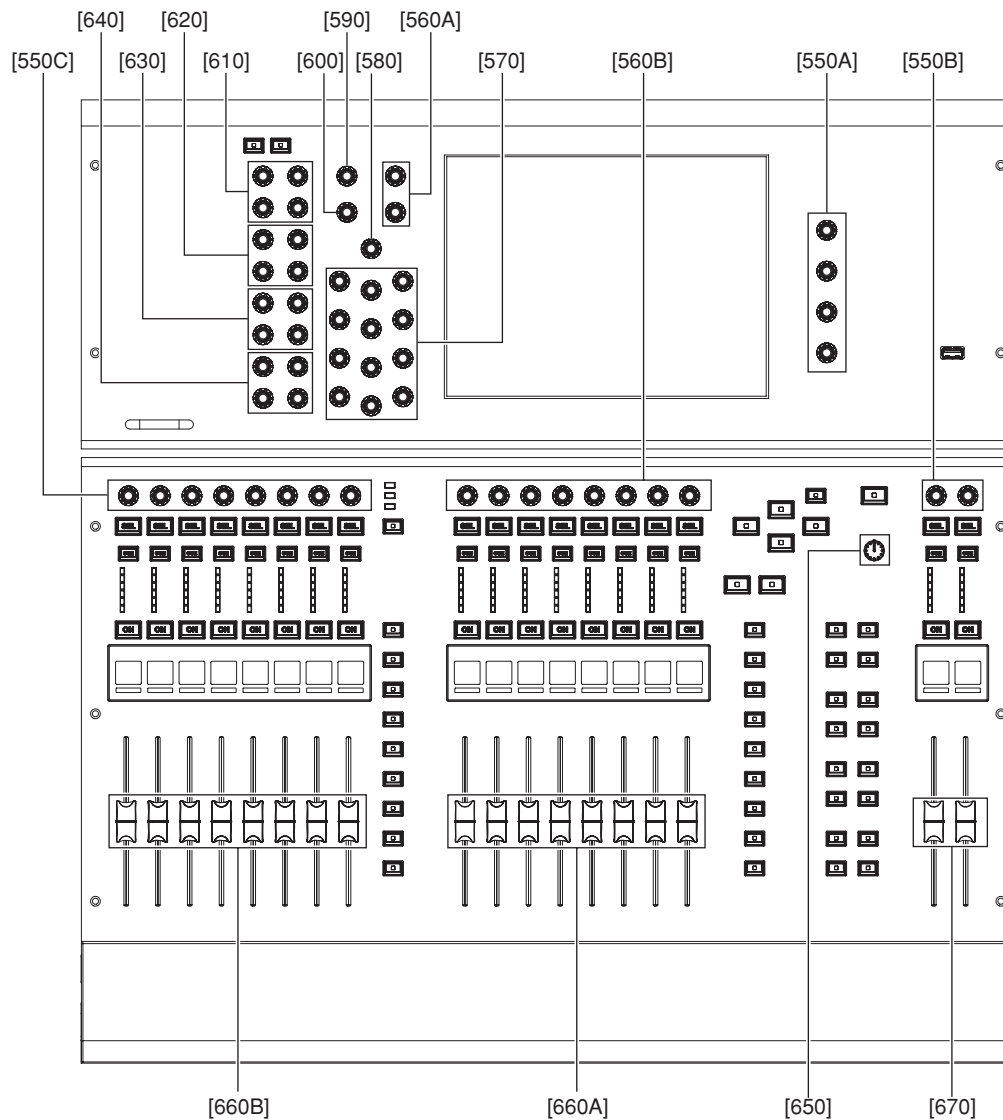

Fig. 7 (図 7)
(Fig. 7)
- B-3-2. [550A] のエンコーダーノブ 4 個を外します。(図 7)
- B-4-2. Remove the two (2) encorder knobs marked [560A], the twelve (12) encorder knobs marked [570], the encorder knob marked [580], the encorder knob marked [590], the encorder knob marked [600], the four (4) encorder knobs marked [610], the four (4) encorder knobs marked [620], the four (4) encorder knobs marked [630] and the four (4) encorder knobs marked [640]. (Fig. 7)
- B-4-2. [560A] のエンコーダーノブ 2 個、[570] のエンコーダーノブ 12 個、[580] のエンコーダーノブ 1 個、[590] のエンコーダーノブ 1 個、[600] のエンコーダーノブ 1 個、[610] のエンコーダーノブ 4 個、[620] のエンコーダーノブ 4 個、[630] のエンコーダーノブ 4 個、[640] のエンコーダーノブ 4 個を外します。(図 7)
- B-6-2. [670] のフェーダーノブ NR 2個を外します。(図7)
- B-7-2. [660A] のフェーダーノブ N 8個を外します。(図7)
- B-8-2. [660B] のフェーダーノブ N 8個を外します。(図7)
- B-9-2. Remove the knob marked [650]. (Fig. 7)
- B-9-2. [650] のノブ 1 個を外します。(図 7)
- B-11-3. [550B] のエンコーダーノブ 2 個を外します。(図 7)